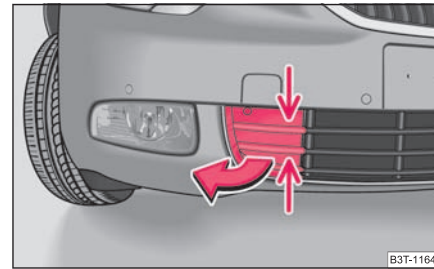

Fig. 236 Bara de protecție față: Grilajul protector
- Apucați grilajul de locurile marcate cu săgeți ⇒ fig. 236 și scoateți-l.